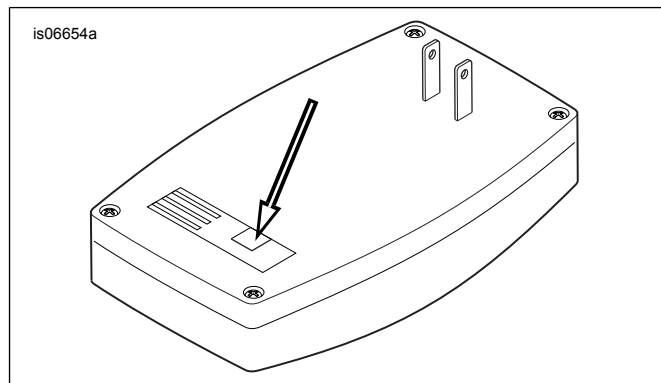

Figura 2. Ir-Riċevitur li Jiffaħ l-Bieba tal-Garaxx, kif Jidher minn Wara
7. Ara Figura 2 . Ipplaggja l-assemblaġġ tal-cable tar-riċevitur li jiffaħ l-bieba tal-garaxx ta' Harley-Davidson fuq in-naħa ta' wara tar-riċevitur li jiffaħ l-bieba tal-garaxx ta' Harley-Davidson fil-post muri.